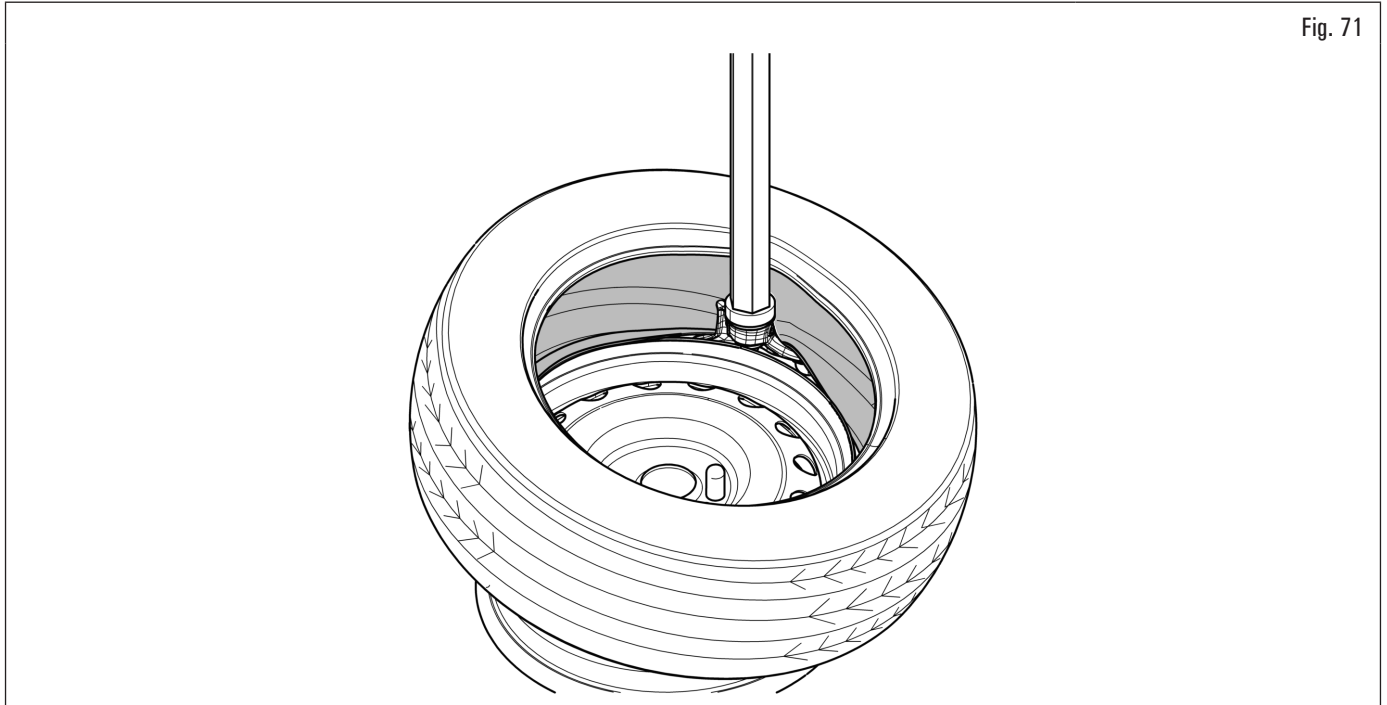

Fig. 71
3. placez le pneu sur la jante, appuyer sur le poussoir de déblocage (2ème déclic) du bras porte-outil (voir Fig. 12) et positionner manuellement la tête outil sur la jante (Fig. 71). Bloquer le bras porte-outil en appuyant (1er déclic) sur le poussoir correspondant (voir Fig. 12) ; Insérez le pneu en position de montage sur la tête de l'outil et appuyez sur la pédale de rotation jusqu'à ce que le premier talon soit inséré ;